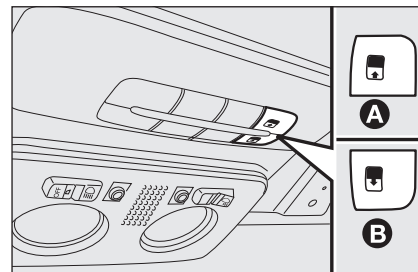

fig. 77
Per chiuderle seguire il procedimento inverso. Il funzionamento del tetto apribile avviene solo con chiave di avviamento in posizione **MAR**. I comandi **A** e **B** fig. 77 posti su plancia dedicata vicino alla plafoniera anteriore comandano le funzioni di apertura/chiusura tetto apribile.
Premere il pulsante **B**-fig. 77 e mantenerlo premuto, il pannello vetro anteriore si porterà in posizione “spoiler”; premere nuovamente il pulsante **B** e, agendo sul comando per più di mezzo secondo, si innesca il movimento del cristallo del tetto che prosegue automaticamente fino ad una posizione intermedia (posizione “Comfort”).
Dalla posizione di apertura completa, premere il pulsante **A**-fig. 77 e, se si agisce sul pulsante per più di mezzo secondo, il cristallo anteriore del tetto si porterà automaticamente in posizione intermedia (posizione “Comfort”).
- premere il pulsante **A-fig. 77** fino alla completa chiusura del tetto. Rilasciare il pulsante;